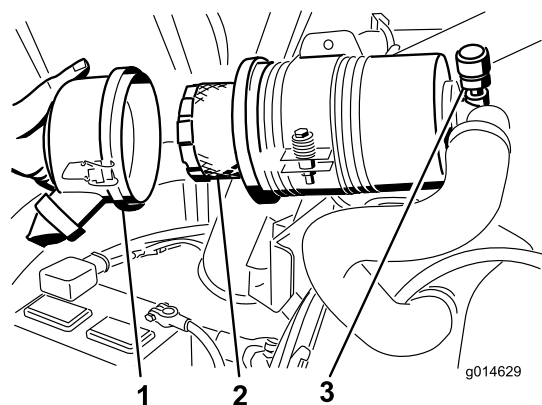

Figura 55
3. Retire y cambie el filtro (Figura 55).